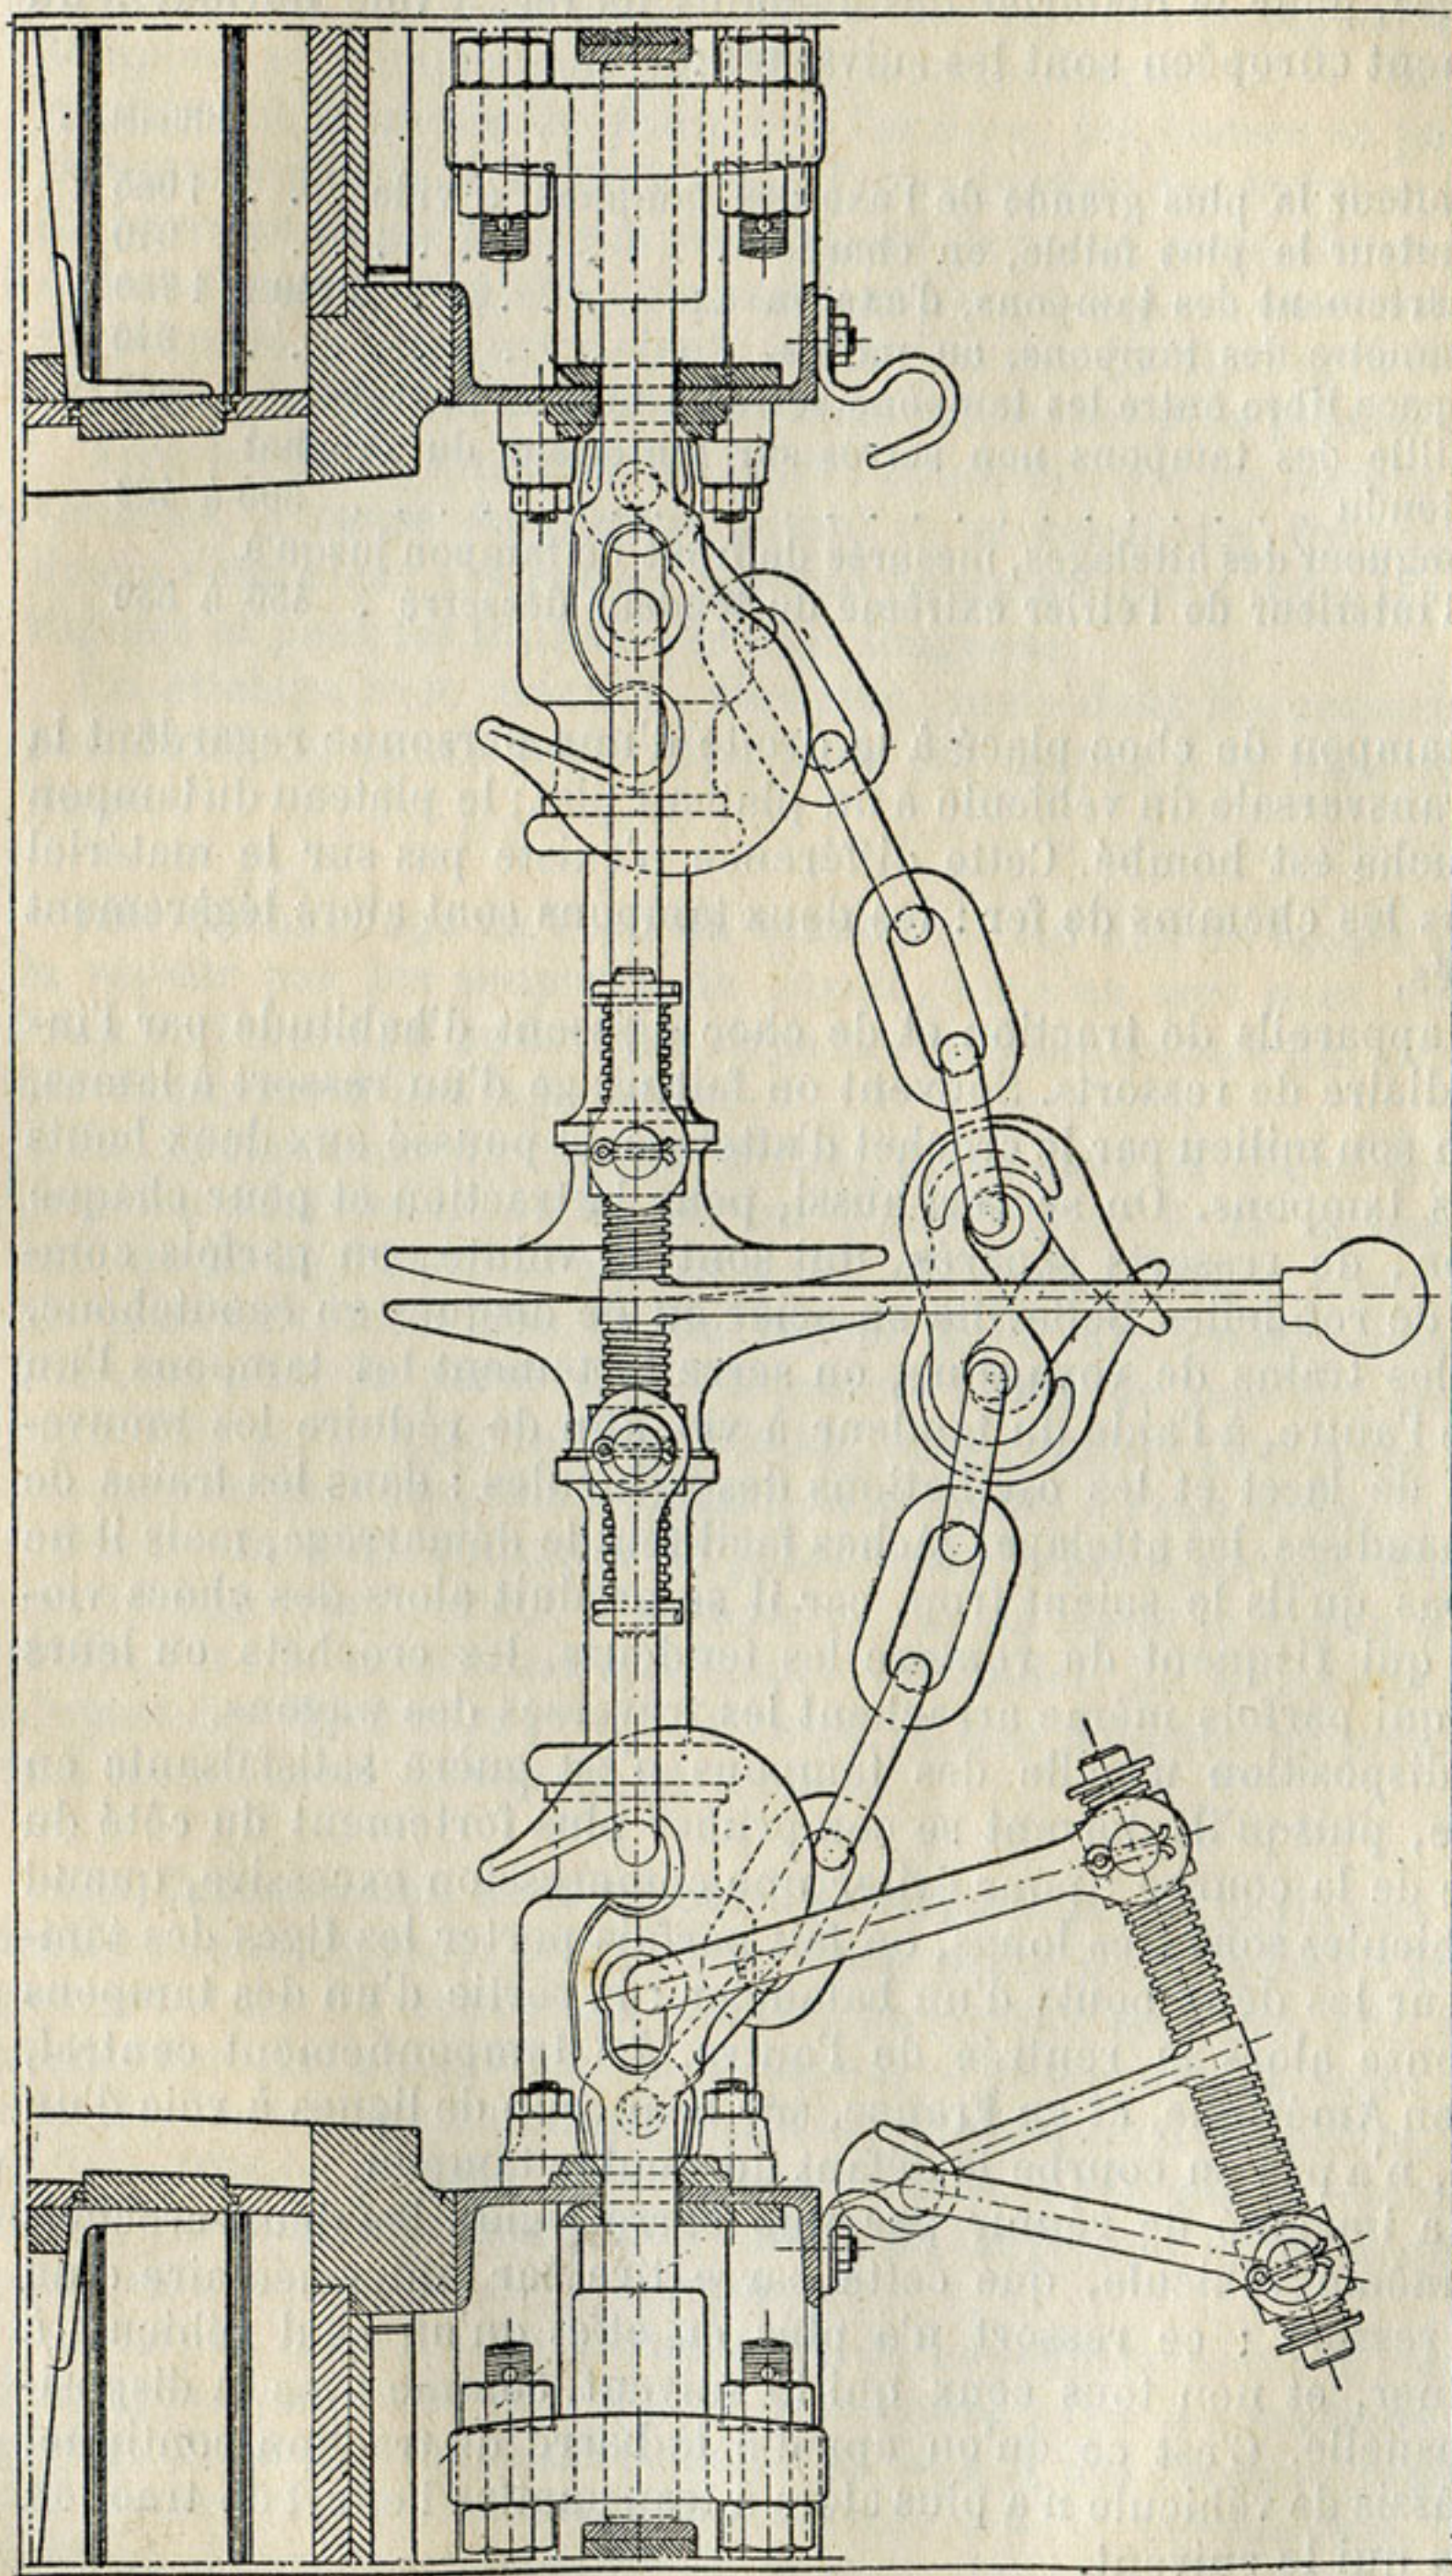

Fig. 302. — Attelage des véhicules (type des chemins de fer de l'Est).
**134. Attelage derrière les tenders.** — Les tenders portent à l'arrière la disposition usuelle d'attelage, composé, en Europe, d'un tendeur à vis, d'un crochet, de deux tampons et de deux chaînes de sûreté (fig. 302). Les mêmes pièces existent à l'avant de la locomotive.